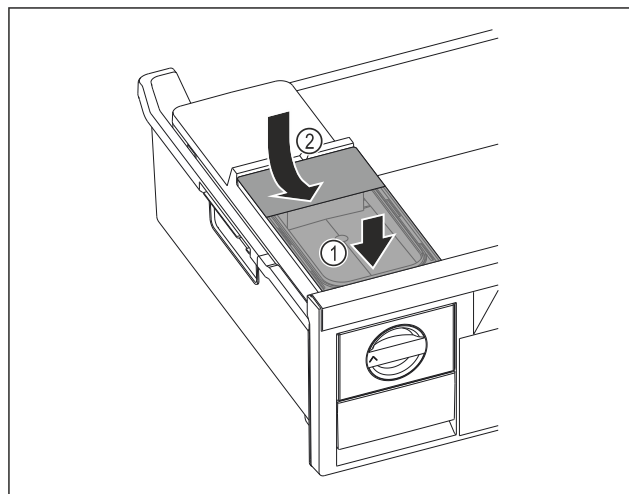

Fig. 129
- ▶ Wassertank vorne ansetzen. Fig. 129 (1)
- ▶ Wassertank hinten absenken. Fig. 129 (2)